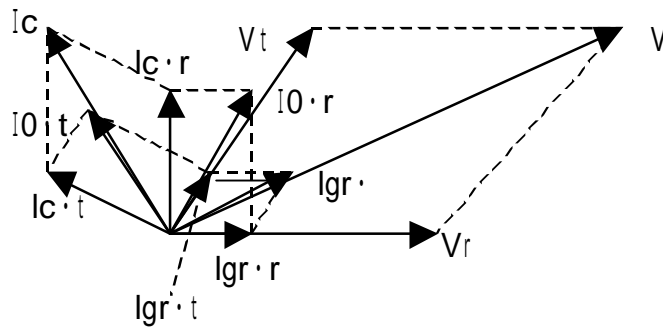

図4：三相3線式 -
ベクトル図で表示すると図4のようになります。
1. 測定図4のように接続します。